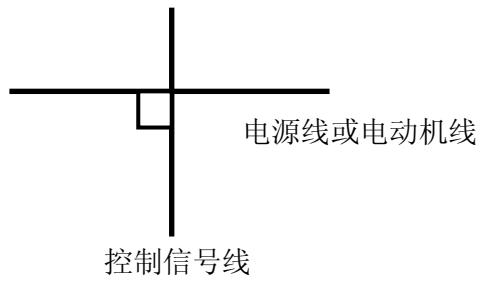

图 3-16 系统配线要求
- (1) 变频器到电动机的电缆线(U、V、W 端子引出线)应尽量避免与电源线(L1、L2、L3 端子输入线)平行布线。应保持 30 厘米以上的距离。
- (2) U、V、W 端子三根电机线尽量置于金属管或金属布线槽内。
- (3) 一般控制信号线应采用屏蔽电缆, 屏蔽层与变频器 PE 端相连后, 以靠近变频器侧单端接地。
- (4) 变频器 PE 端接地电缆必须直接与接地板相连, 不得借用其它设备接地线接地。
- (5) 强电电缆(L1、L2、L3、U、V、W)不得与控制信号线平行近距离布线, 更不能捆扎在一起, 须保持 20~60 厘米(与强电电流大小有关)以上的距离。如果要相交, 则应相互垂直穿越, 如图 3-16 所示。
- (6) 强电接地线必须与控制信号和传感器等弱电接地线分别独立接地。
- (7) 禁止在变频器电源输入端(L1、L2、L3)上连接其它用电设备。